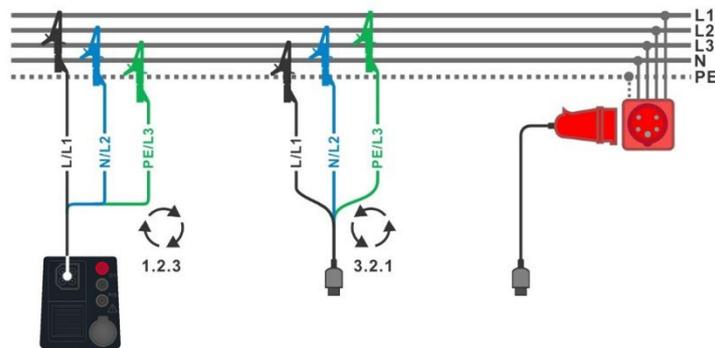
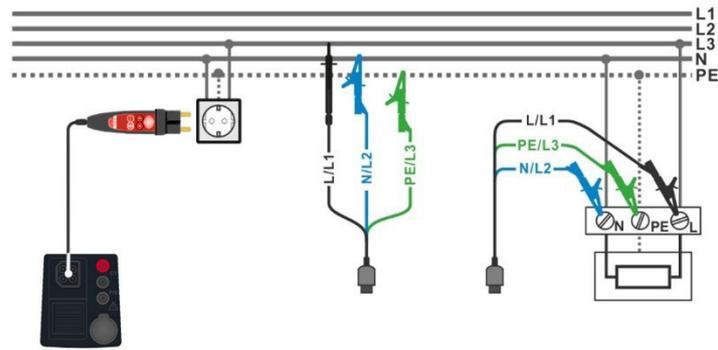

Abbildung 7.2: Anschluss der 3-Leiter Prüflleitung und des optionalen 16 A CEE-Messadapters (044148) im Dreiphasensystem
Abbildung 7.3: Anschluss des Commander-Prüfsteckers und der 3-Leiter Prüflleitung im Einphasensystem
- › Schließen Sie die Prüflleitungen am Prüfobjekt an (siehe **Abbildung 7.2** und **Abbildung 7.3**).